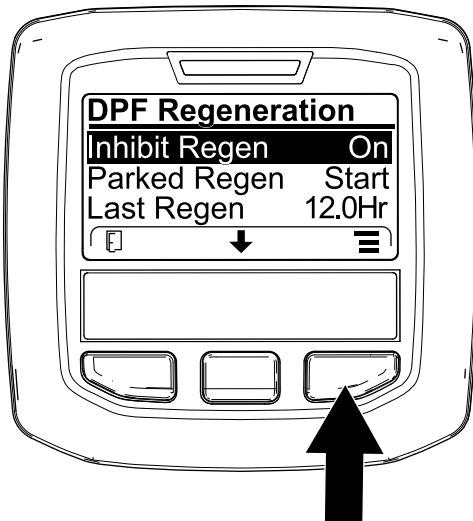

Figure 60
1. Ouvrez le menu Régénération du FAP, appuyez sur le bouton central pour naviguer jusqu'à l'option INHIBIT REGEN et appuyez sur le bouton droit pour la sélectionner (Figure 60).